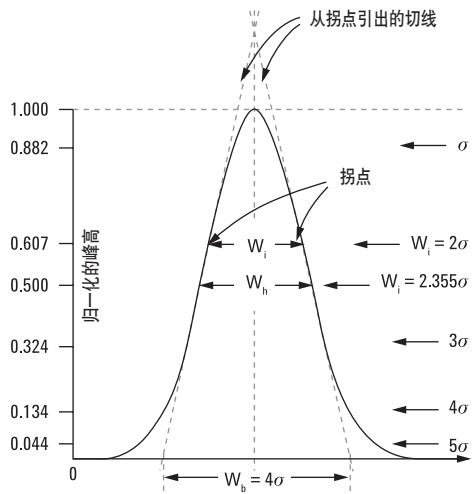

图 80. 不同高度的高斯峰宽是该峰标准偏差  $\sigma$  的函数 (经参考文献 2 允许进行修改)
**Asymmetry (不对称性):** 描述色谱峰形的因子。色谱理论认为高斯分布的峰为对称峰。定量测定峰不对称因子, 在峰高 10% 处, 色谱峰顶点到色谱峰后沿的距离与峰顶点到色谱峰前沿的距离之比。不对称性还有其它常用测量方法, 特别是美国药典 (USP) 方法。见图 80, 还可参见 Foley-Dorsey 方程。
**Band broadening (谱带变宽):** 色谱谱带流经色谱柱的过程中, 峰宽增加并伴随稀释的现象。理论上, 色谱峰以窄条形式进样, 如果没有谱带变宽的过程, 每个分离的组分也将以纯化合物的窄条形式被洗脱。谱带变宽的测量是带宽 ( $t_w$ ), 或, 更准确地说, 是色谱柱的理论塔板数 ( $N$ )。有时称为谱带扩散或谱带延伸。参见图 80。
**Bandwidth ( $t_w$ ) (谱带宽度  $t_w$ ):** 从色谱柱中洗脱出的色谱带宽度。一般测量方法是, 在高斯峰曲线两侧的拐点处作切线, 测量基线上两交点间的距离。窄带宽通常代表有效分离, 也称峰宽。见图 80。
**Eddy dispersion (diffusion) term (I) (涡流扩散项,  $I$ ):** van Deemter 方程中的 A 项。由于填料粒径和形状及管壁作用造成了轴向流向不稳定，决定因此影响了塔板高度： $A = 2\lambda d_p$ ，其中， $\lambda$  为色谱柱经验常数。填充良好的色谱柱其典型的  $\lambda$  值为 0.8-1.0。某些色谱理论认为，与流速相关的塔板高度相当于这一过程的理论塔板高度 (HETP)，也称为涡流扩散，流向不稳定导致峰变宽，及多通道项。也可参见 van Deemter 方程。
**Effective theoretical plates ( $N_{eff}$ ) (有效理论塔板数  $N_{eff}$ ):** 同时也被 IUPAC 称为有效塔板数。色谱柱中的真实塔板数，因为它用死体积校正了理论塔板数。 $N_{eff} = 16/[t_R'/w_b]^2$ ，其  $t_R'$  为调整  $R_b$  保留时间， $w_b$  为该色谱峰的带宽（见 144 页图 80）。对于形状和相比差别很大的色谱柱而言，这一指标比单纯的塔板数更有可比性。
**Efficiency ( $N$  or  $H$ ) (柱效,  $N$  或  $H$ ):** 一般为用方程  $N = 16/(V_p/w_b)^2 = 16/(t_R/w_b)^2$  计算产生的理论塔板数 ( $N$ )，其中  $w_b$  为色谱峰的基线宽度（见 144 页图 80）。如果在半峰高处测量峰宽，则使用下式计算： $N = 5.545(V_p/w_b)^2$ 。塔板高度 ( $H$ ) 或 HETP 由  $H = L/N$  测定。不对称峰的柱效最好用峰的距心和峰形方差进行计算。也可参见 Foley-Dorsey 方程。